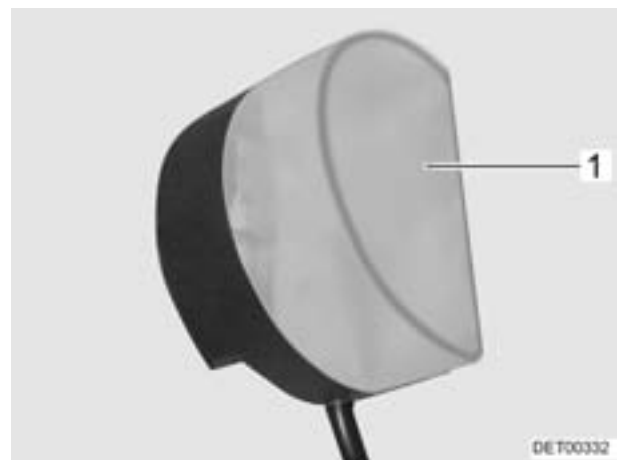

Bild 203 Kleiderschrankleuchte
- Leuchtenabdeckung (Bild 203,1) leicht zusammendrücken und abnehmen.